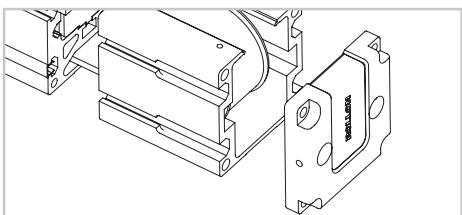

Abb. 11
- 11) Trennen Sie den Umlenkkopf vom Profil und entfernen Sie die Riemscheibe (Abb. 11).